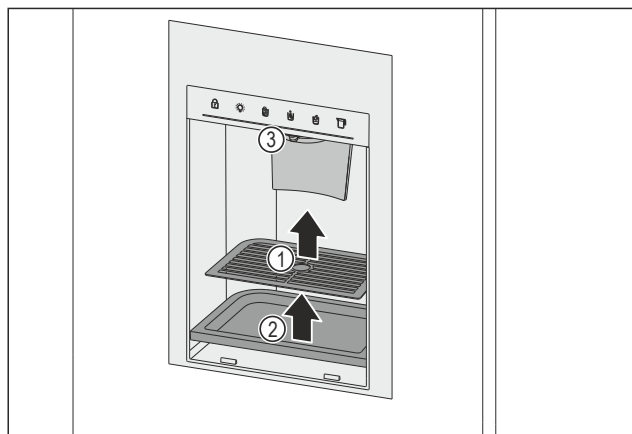

Fig. 165 Извлечение капельной решетки и лотка для сбора воды
- ▶ Извлеките капельную решетку Fig. 165 (1).
- ▶ Извлеките лоток для сбора воды Fig. 165 (2).
- ▶ Очистите выпускной узел Fig. 165 (3) и прилегающую зону мягкой чистой тканью, смоченной в чуть теплой воде с добавлением небольшого количества средства для мытья посуды.